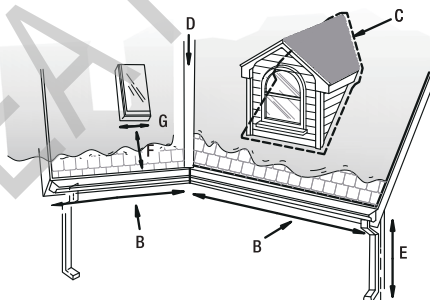

Figura B-3. Mediciones del tejado
PASO 1. Para cada zona listada en la Tabla B-5, mida los elementos requeridos (consulte la figura B-1 en la página 38 y la figura B-3) y calcule la longitud de cable necesaria. Sume el resultado del cálculo de las diversas "zonas" para determinar la longitud total de cable necesaria.
Este ejemplo muestra cómo calcular la longitud de cable necesaria para una zona problemática específica del tejado - un tragaluz (consulte la figura B-3 en la página 41). En este caso, sólo queremos tratar la zona problemática situada debajo del tragaluz.